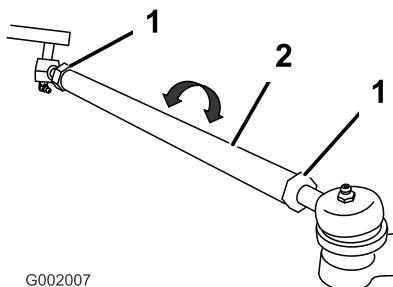

Figura 55
5. Se la misura non rientra nel campo specificato, allentate i controdadi da ambo i lati dei tiranti (Figura 55).